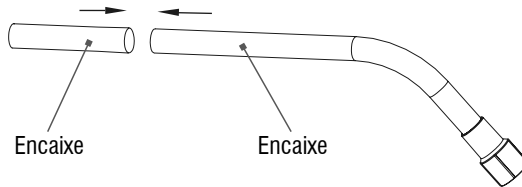

Fig. 9 – Conexão do tubo de aspiração
- Conecte os dois tubos extensores, notar que nos tubos extensores há um encaixe que devem ser acoplados, conforme mostra a Fig. 9;